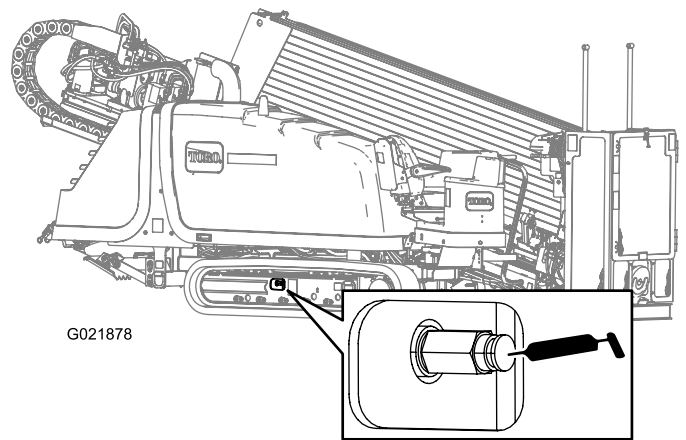

Figure 99
2. Enlevez les saletés et les débris déposés autour du graisseur de tension de la chenille (Figure 99).
4. Injectez de la graisse dans le graisseur jusqu'à ce que la tension atteigne 22 063 kPa (3 200 psi), comme montré à la Figure 99.
4. Tournez le graisseur dans le sens antihoraire **d'un tour seulement** (Figure 99).